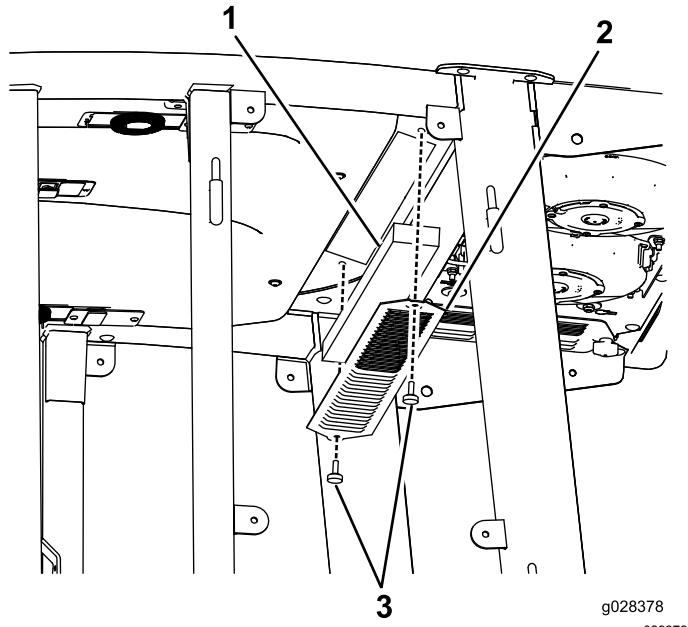
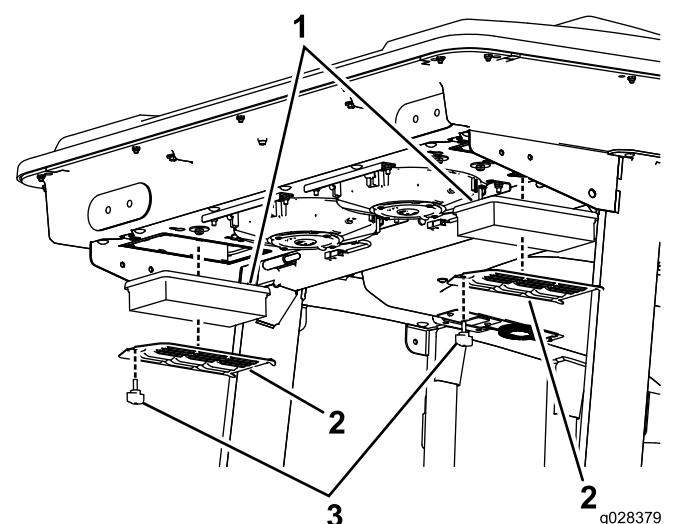

Рисунок 92
Рисунок 93
1. Выверните винты и снимите решетки у салонного и заднего воздушных фильтров кабины (Рисунок 92 и Рисунок 93).
- Снимите воздушные фильтры (см. Рисунок 93).
- Установите воздушные фильтры, сетку и вентилятор в сборе (Рисунок 93, Рисунок 95 и Рисунок 96).